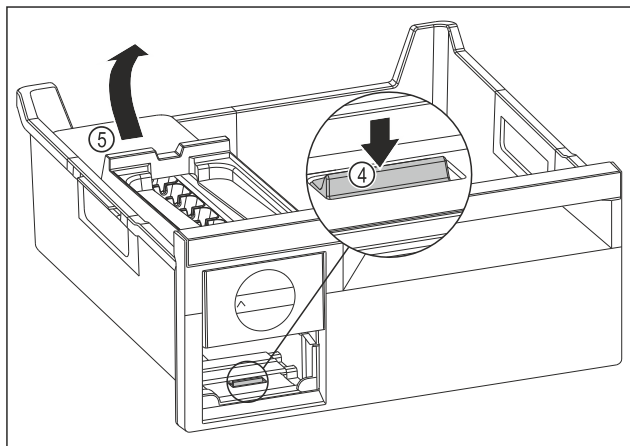

Fig. 242
- Retirer le corps de l'EasyTwist-Ice : Avec le doigt, pousser la languette Fig. 242 (4) vers le bas tout en soulevant de l'autre main le corps de l'EasyTwist-Ice Fig. 242 (5) depuis l'arrière.